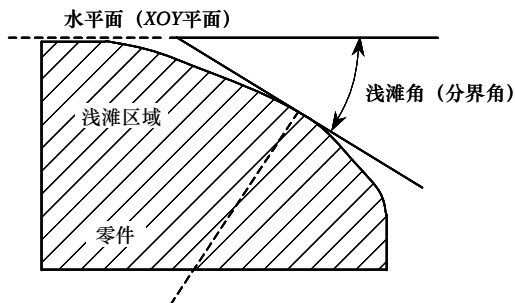

图 4-69 浅滩角示意图
1) 浅滩角: 定义一个与 XOY 平面的夹角, 用于区分零件的陡峭部位 (有坡度) 和浅滩 (平缓) 部位, 其含义如图 4-69 所示。